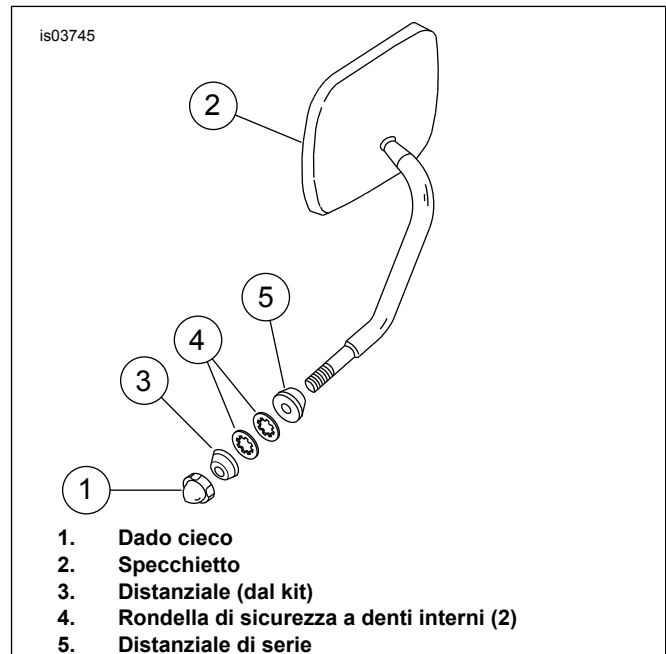
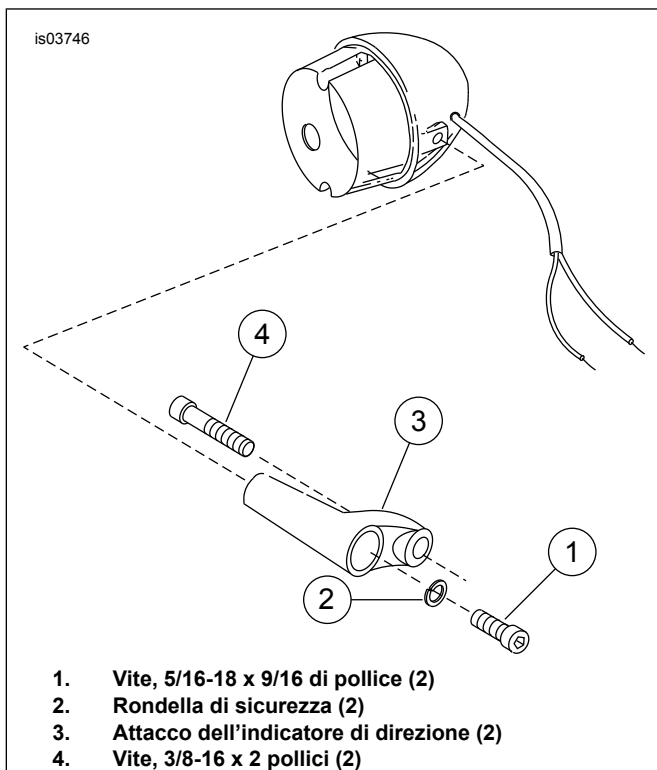

Figura 1. Fissaggio dello specchietto
Figura 2. Fissaggio dell'attacco dell'indicatore di direzione
3. Se l'indicatore di direzione è montato sulla piastra superiore, rimuovere la vite di arresto della canna della forcella dal lato destro della piastra superiore. (Si tratta della vite che fissa l'indicatore di direzione destro.) Vedere Figura 1. Se l'indicatore di direzione è montato sullo specchietto, rimuovere l'indicatore di direzione e la bulloneria di montaggio. Conservare le rondelle di sicurezza a denti interni (4) e il distanziale (5).
4. Installare il dado cieco del kit per fissare lo specchietto destro. Se il dado cieco arriva in fondo senza stringere, aggiungere il secondo distanziale (3) dal kit inserendolo nella posizione mostrata.
Se l'indicatore di direzione è montato sulla piastra superiore della forcella, eseguire le operazioni del punto 6. Se l'indicatore è montato sullo specchietto, vedere la Figura 2 e installare l'attacco dell'indicatore; quindi,
7. Ripetere le operazioni dei punti da 1 a 6 per riposizionare l'indicatore di direzione sinistro. Vedere Figura 1. Utilizzare il dado cieco e la rondella di sicurezza a denti interni di serie per montare lo specchietto.
Se l'indicatore è montato sulla piastra superiore della forcella, eseguire le operazioni del punto 7. Se l'indicatore di direzione è montato sullo specchietto, vedere Figura 2 e installare il relativo attacco; quindi, eseguire le operazioni del punto 7 utilizzando, però, la vite da 3/8-16 x 2 pollici dal kit per collegare l'indicatore. Ignorare il riferimento alla vite di arresto della piastra superiore. Vedere Figura 1. Installare il dado cieco del kit per fissare lo specchietto destro. Se il dado cieco arriva in fondo senza stringere, aggiungere il secondo distanziale dal kit inserendolo nella posizione mostrata.